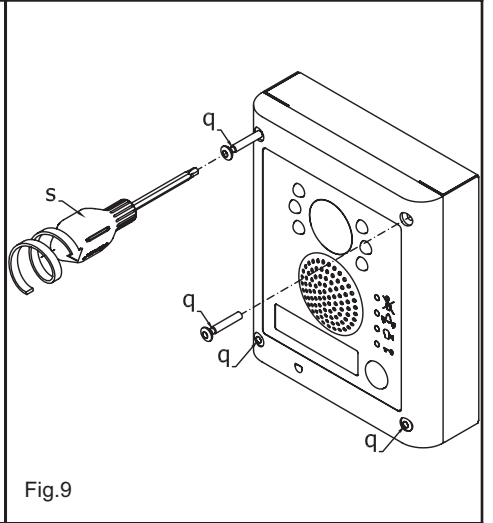

Fig.9
8. Testez le système. S'il fonctionne correctement, refermez prudemment l'ensemble et fixez définitivement à l'aide des vis q. Pour ce faire, utilisez la pointe torx du tournevis (fig. 9).